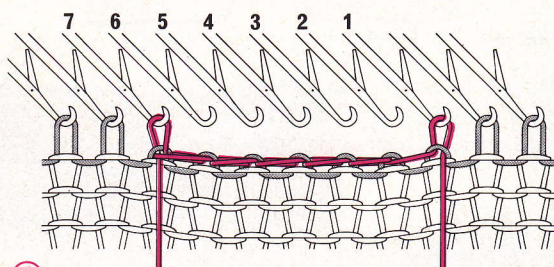

Fig. 170
④ Répéter les mêmes opérations du 3^e avec les aiguilles 4 - 5 - 6 - 7 jusqu'à ce qu'une nouvelle maille soit sur l'aiguille 7 (fig. 170).